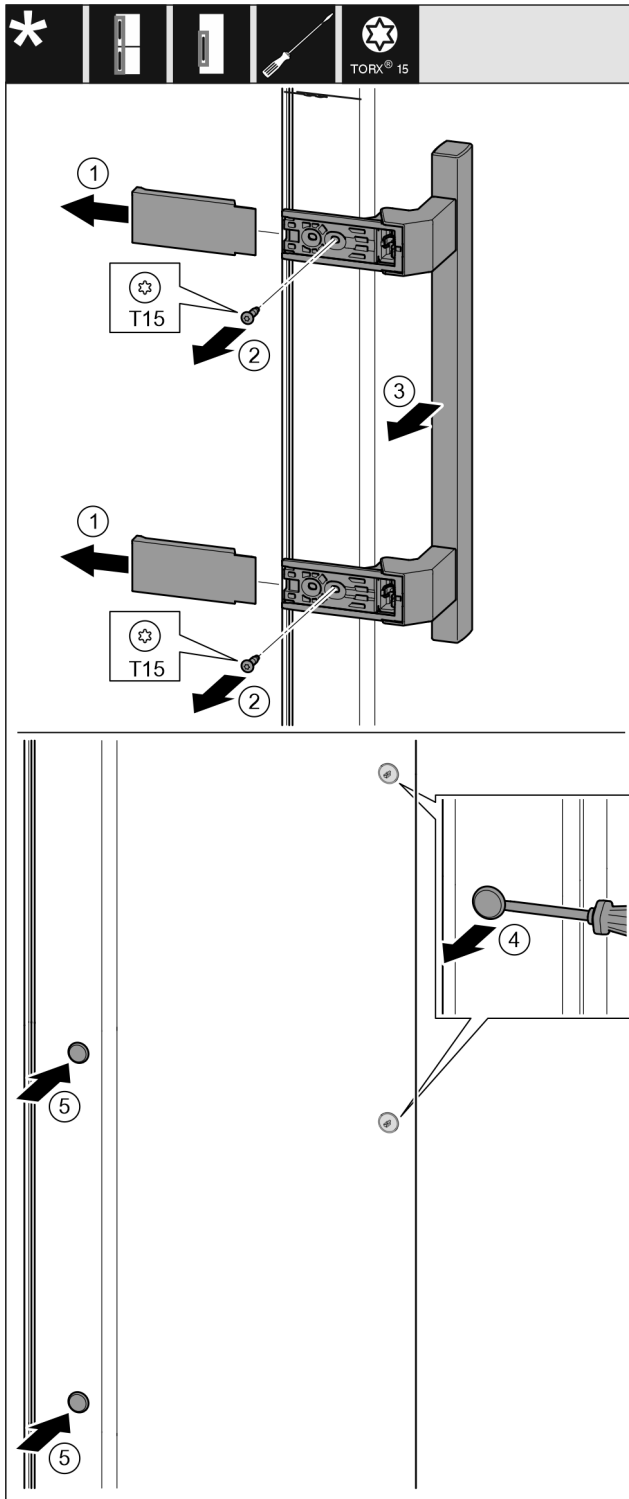

Fig. 17
- ▶ Snemite pokrov. Fig. 17 (1)
- ▶ Izvijte vijake z izvijačem T15. Fig. 17 (2)
- ▶ Snemite ročaj. Fig. 17 (3)
- ▶ S ploščatim izvijačem previdno dvignite stranski čep in ga izvlecite. Fig. 17 (4)
- ▶ Čep ponovno vstavite na drugi strani. Fig. 17 (5)